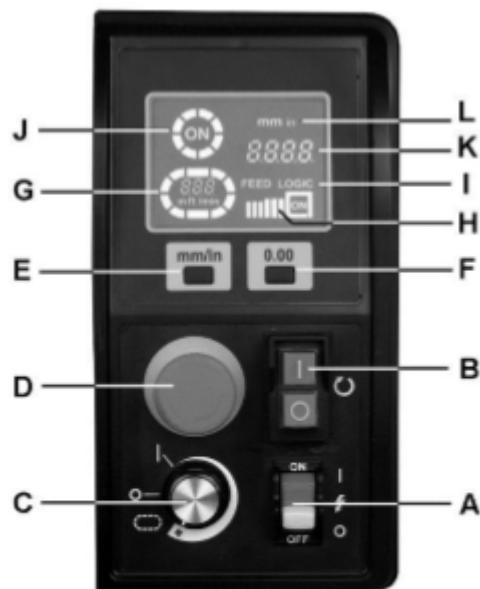

Рис. 16
На Рис. 16 приведена панель управления станка.
Чтобы запустить транспортер и увеличить скорость его движения поворачивайте регулятор (С, Рис. 16) по часовой стрелке - *Круговой индикатор (Г) загорится и будет мигать по кругу. Внутри индикатора будет отображаться скорость транспортера.*
Опустите барабан до касания с заготовкой, затем нажмите кнопку сброса для задания нулевого положения барабана (F, Рис. 16), чтобы обнулить настройки высоты барабана по отношению к заготовке. Теперь для опускания барабана на нужное расстояние для каждого прохода нужно использовать маховик. Высота барабана отображается на дисплее (K).
Нажмите кнопку аварийного выключателя (D, Рис. 16), чтобы отключить все функции станка. При нажатом аварийном выключателе двигатель барабана останавливается, а индикатор «ON» («ВКЛ.») (J) на дисплее гаснет. Двигатель транспортера также останавливается, а круговой индикатор (G) мигает.
ВАЖНО: станок будет находиться в состоянии аварийного отключения до тех пор, пока аварийный выключатель не будет повернут по часовой стрелке для сброса. Перед повторным запуском станка регулятор скорости транспортера (C, Рис. 16) также должен быть снова установлен в положение OFF (ВЫКЛ.).
Система контроля подачи Feed Logic непрерывно отслеживает нагрузку на двигатель барабана и автоматически регулирует скорость двигателя транспортера, чтобы обеспечить максимальную скорость транспортера без перегрузки. Когда индикатор «Feed Logic» мигает и на дисплее загорается надпись «ON» (I, Рис. 16), значит, система контроля подачи зафиксировала слишком большую глубину шлифования и/или слишком высокую скорость подачи.